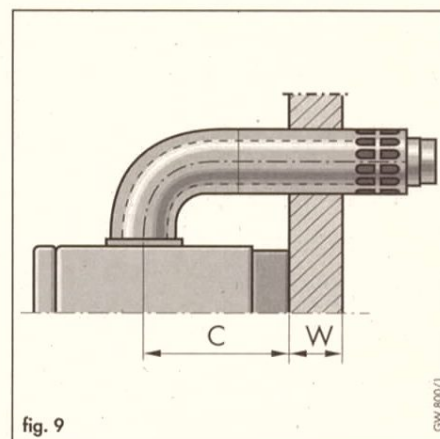

fig. 9
6.5.1.1 Esecuzione verso la parete posteriore (fig. 9)